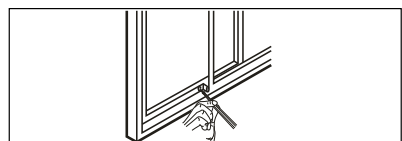

Fig. 22
7. Pour maintenir la guillotine coulissante en place, attachez le verrou de la guillotine du coin droit avec une vis 1/2" (12,7 mm) comme indiqué dans la Fig. 22.